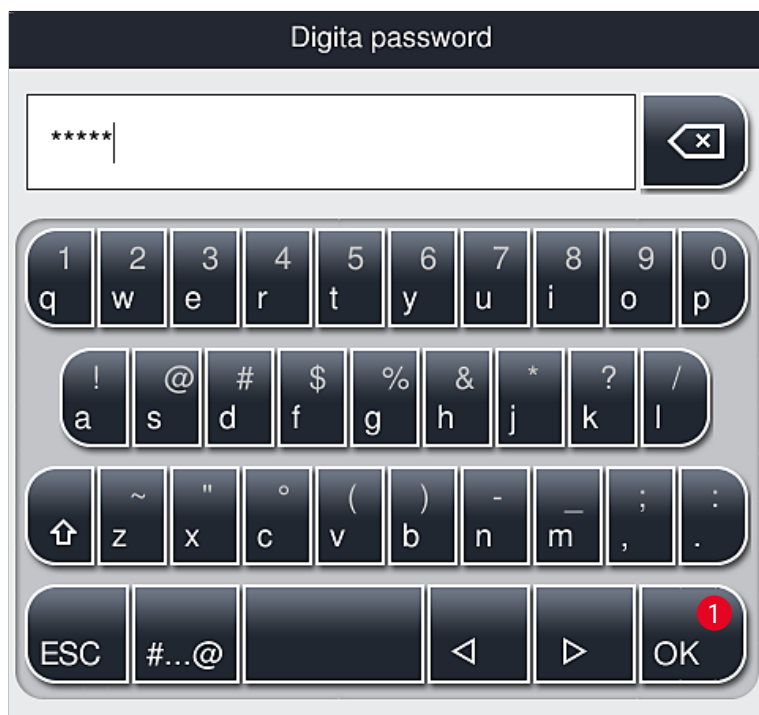

Fig. 28
2. Viene visualizzata una tastiera (→ Fig. 28) che consente di digitare la password.